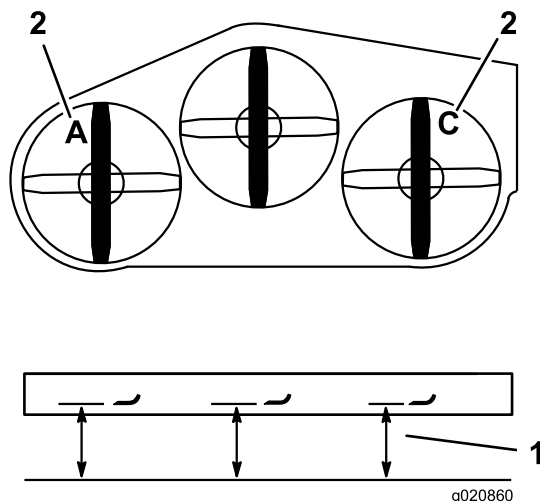

Figura 85
- Ajuste los pernos de ajuste en las horquillas, en las posiciones **A** y **C**, para obtener la altura correcta (Figura 85).
- Mida la cuchilla izquierda en la posición **A** desde una superficie nivelada hasta el filo de corte de la punta de la cuchilla, y anote esta medida (Figura 85).
- Mida la cuchilla derecha en la posición **C** desde una superficie nivelada hasta el filo de corte de la punta de la cuchilla, y anote esta medida (Figura 85).
- Mida la cuchilla derecha en la posición **C**, desde una superficie nivelada hasta el filo de corte de la punta de la cuchilla, y anote esta medida (Figura 85).